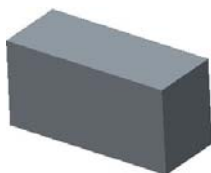

图 6.2.8 封闭的拉伸曲面
- 选中 ☒ **封闭端** 复选框，使曲面特征的两端部封闭（图 6.2.8）。